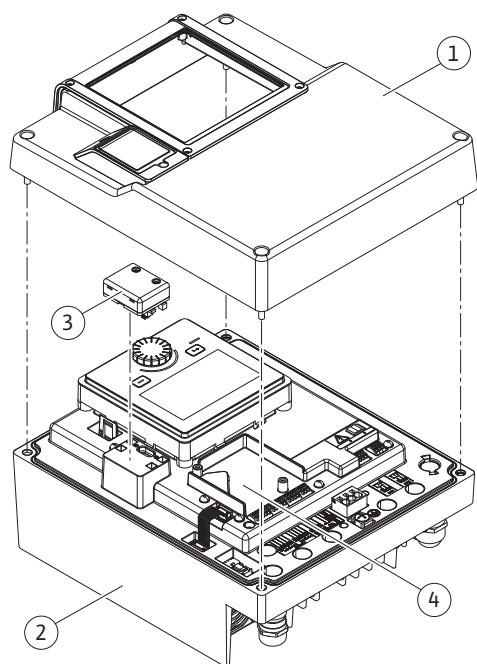
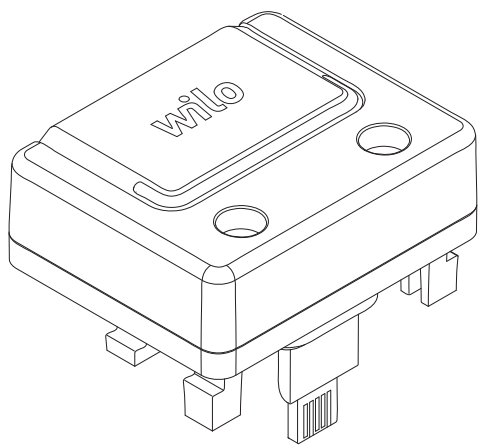

Fig. 25: Modulo elettronico
Fig. 26: Modulo Wilo-Smart Connect BT
L'interfaccia Bluetooth (Fig. 25, Pos. 3) del modulo Wilo-Smart Connect BT (Fig. 26) serve per il collegamento a terminali mobili come smartphone e tablet. Grazie all'app Wilo-Smart Connect è possibile comandare e regolare la pompa, nonché leggerne i dati. Per impostazioni vedi capitolo "Messa in servizio".
3. Inserire il modulo Wilo-Smart Connect BT nell'apposita interfaccia. Vedi Fig. 25, pos. 3.
I moduli CIF (accessori) servono alla comunicazione tra le pompe e il sistema di controllo dell'edificio. I moduli CIF sono inseriti nel modulo elettronico (Fig. 25, Pos. 4)